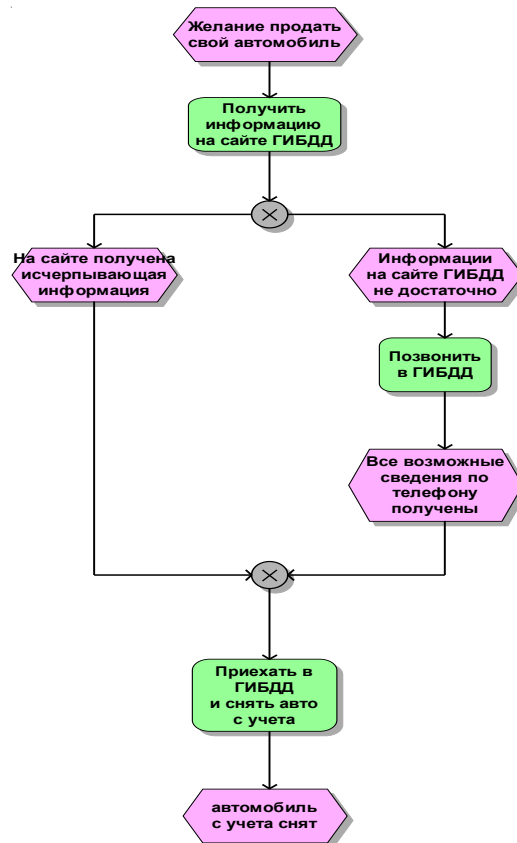

Рис. 15. Процесс снятия автомобиля с учета в ГИБДД
7. Расположите объекты на диаграмме согласно рис. 15. Установите связи между объектами диаграммы.